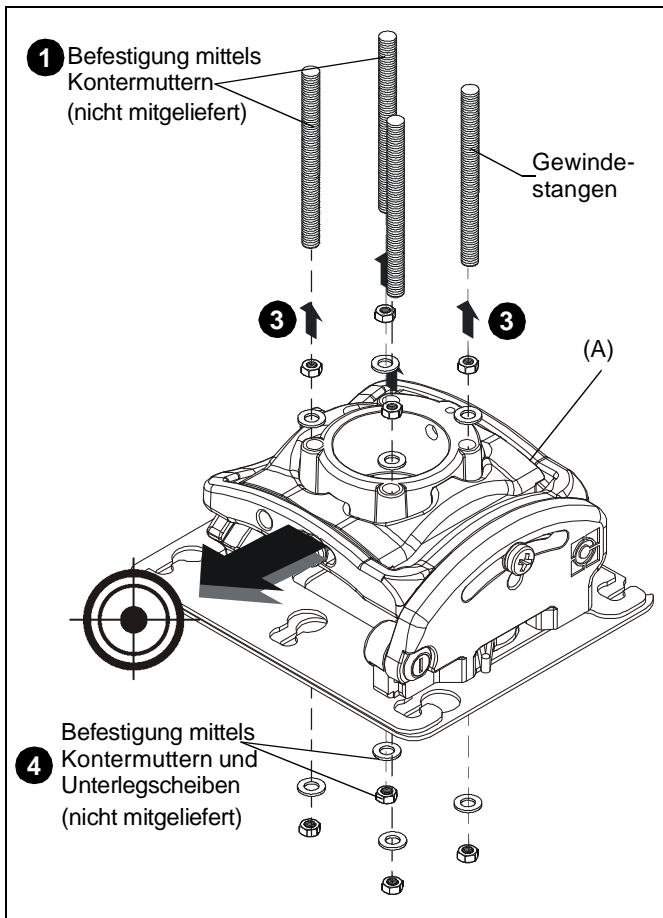

Abb. 10
4. Befestigen Sie die Gewindestangen mit (nicht mitgelieferten) 1/4"-Kontermuttern und (nicht mitgelieferten) 1/4"-Unterlegscheiben an der RPME. (Siehe Abb. 10)